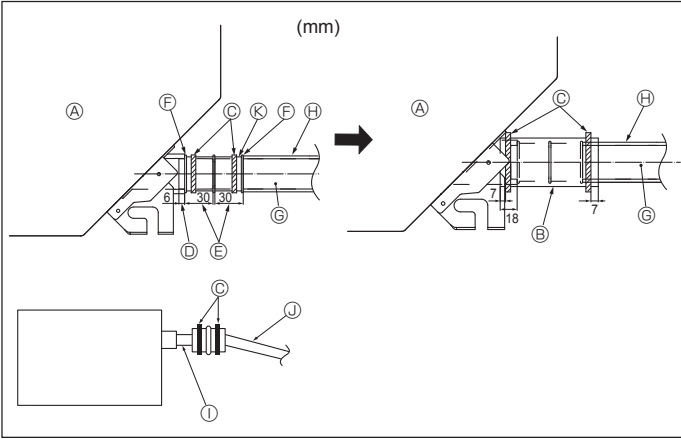

Fig. 3-2
1. Drenaj soketini (üniteyle birlikte verilmiştir) drenaj çıkışına bağlayınız. (Fig. 3-2) (Boruyu PVC tutkalla tutturdudan sonra bantlayarak tespit ediniz.)